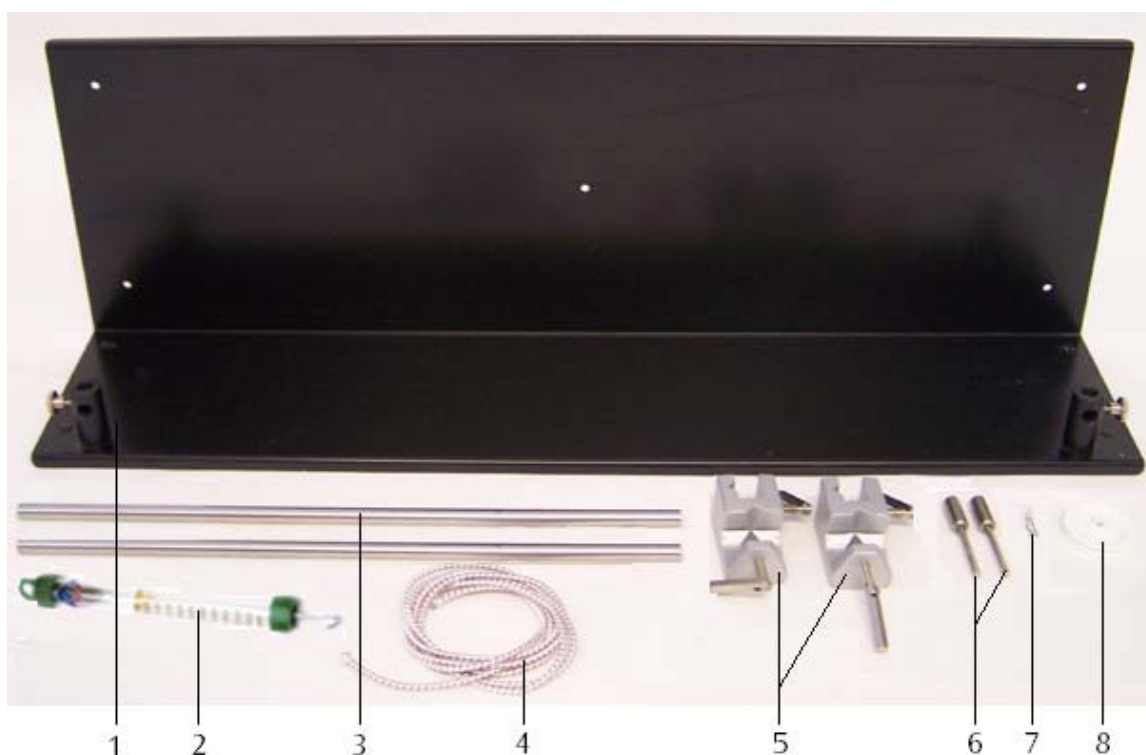

Fig. 1 Experimenteller Aufbau
- Experimentellen Aufbau gemäß Fig. 1 herstellen.